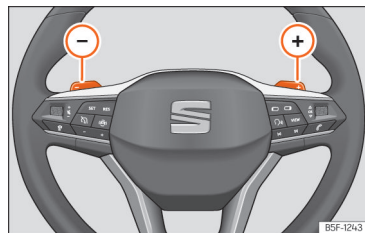

Рис. 123 Кермо з клавішами перемикачів передач (DSG).
- Натисніть перемикач (+), щоб увімкнути вищу передачу >>> **рис. 123.**